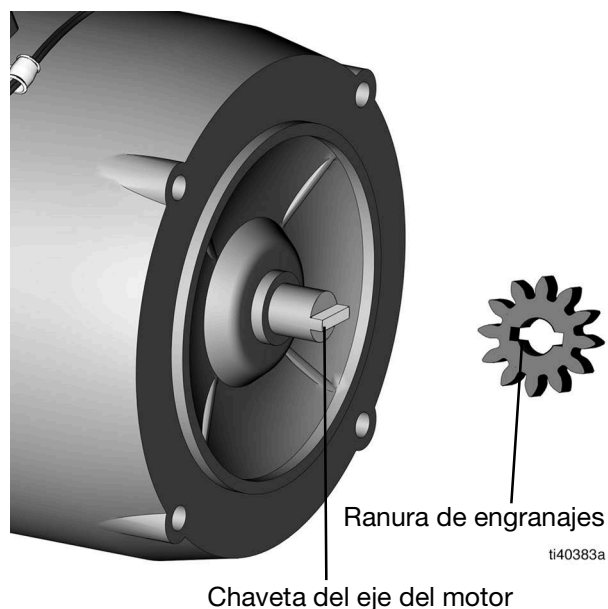

FIG. 5
1. Coloque el montaje de alojamiento de la bomba en el motor. La chaveta de eje de motor debe coincidir con la ranura del engranaje de la cubierta interior (FIG. 5).